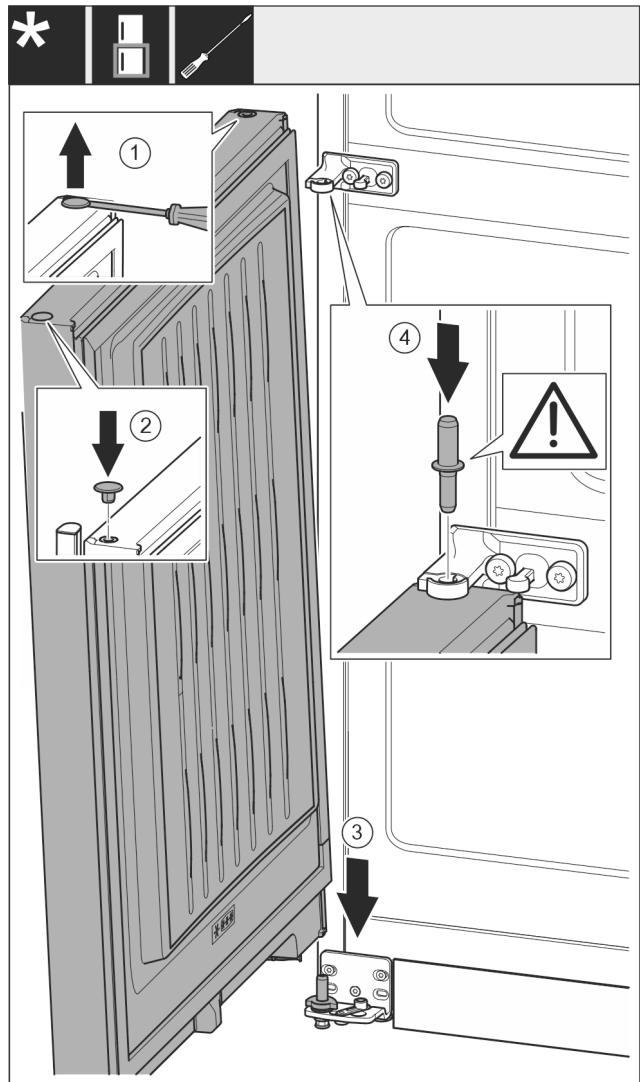

Fig. 24
- Stopfen Fig. 24 (1) vorsichtig mit einem Schlitzschraubendreher anheben und herausziehen.
- Stopfen Fig. 24 (2) auf der anderen Türseite wieder einsetzen.
- Tür Fig. 24 (3) von oben auf den unteren Lagerbolzen aufsetzen.
- Lagerbock Mitte Fig. 24 (4) durch Lagerbock Mitte in die untere Tür einsetzen. Dabei darauf achten, dass der Rastnocken nach hinten zeigt.